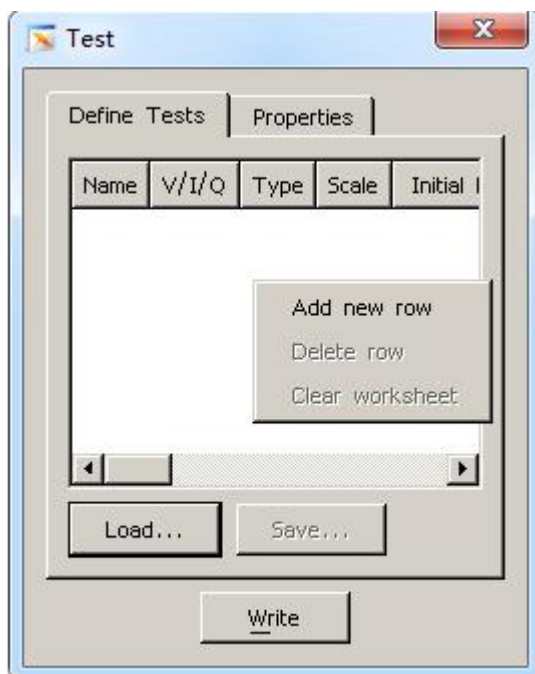
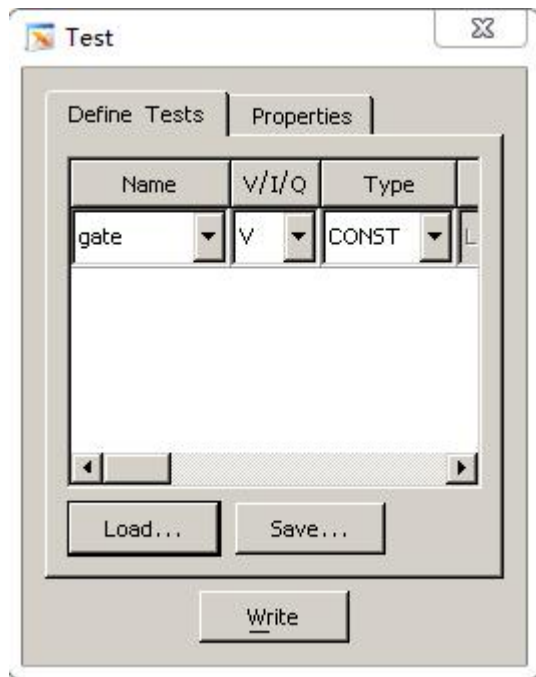
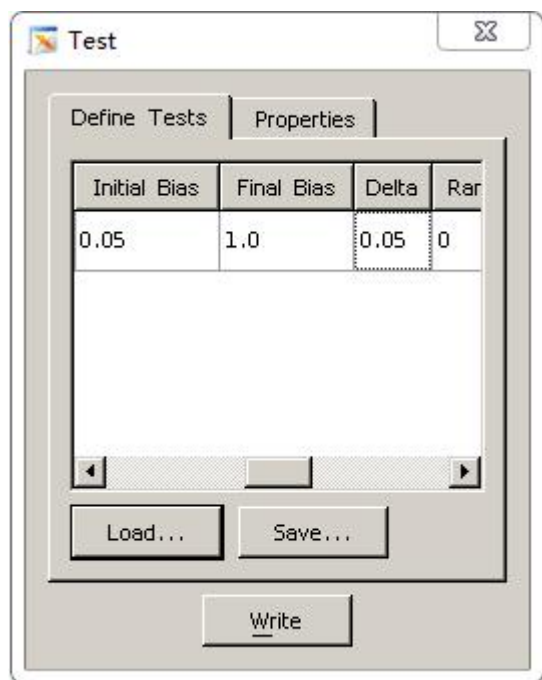

图 29
图 30
图 31
(2) 单击 **Define Tests**, 然后将鼠标移至 **Worksheet** 区域, 单击鼠标右键并选择 **Add new row**, 如图 29 所示。一个新行被添加到了 **Worksheet** 中, 如图 30 所示。
(3) 将鼠标移至 **gate** 参数上, 单击鼠标左键, 会出现一个电极名的列表, 选择 **anode**。
(4) 在 **anode** 行中, 将鼠标移至 **CONST** 类型上, 单击鼠标左键并选择 **VAR1**。分别将 **Initial Bias**, **Final Bias** 和 **Delta** 的值设为 0.05, 1.0 和 0.05, 如图 31 所示。
(5) 单击 **Write** 按钮, 如下语句将会出现在 **Deckbuild** 文本窗口中: